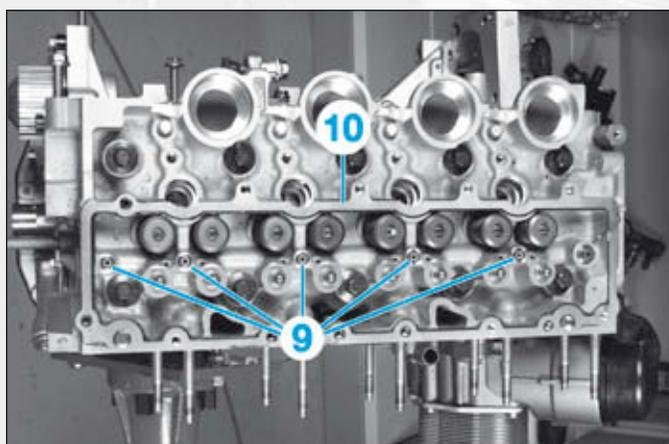

FIG.67
- Monter des joints neufs en (9) (Fig.67).